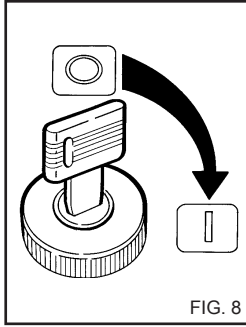

FIG. 8
1) Meter la llave de arranque y girarla en sentido horario hasta la posición (I) (fig. 8) se encenderán los indicadores luminosos en el panel para indicar que el vehículo está encendido, esperar 2-3 segundo aproximadamente. (Ref. 6 Fig. 6 - 7).
Girar la llave (3) a la posición 0, (todos los indicadores luminosos tiene que estar apagados); colocar el interruptor de emergencia en posición "0". (Fig.8).